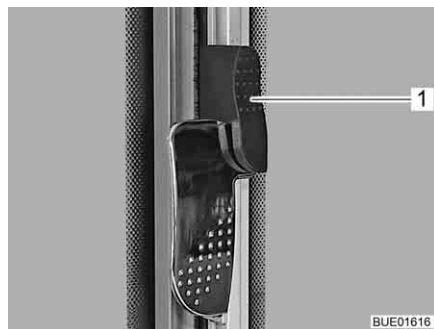

Fig. 108 Fenêtre coulissante avec verrouillage pivotant (verrouillé)
- Pousser le verrou de sécurité (Fig. 108,1) vers le haut.
- Pousser le verrou de sécurité (Fig. 108,1) vers le bas.